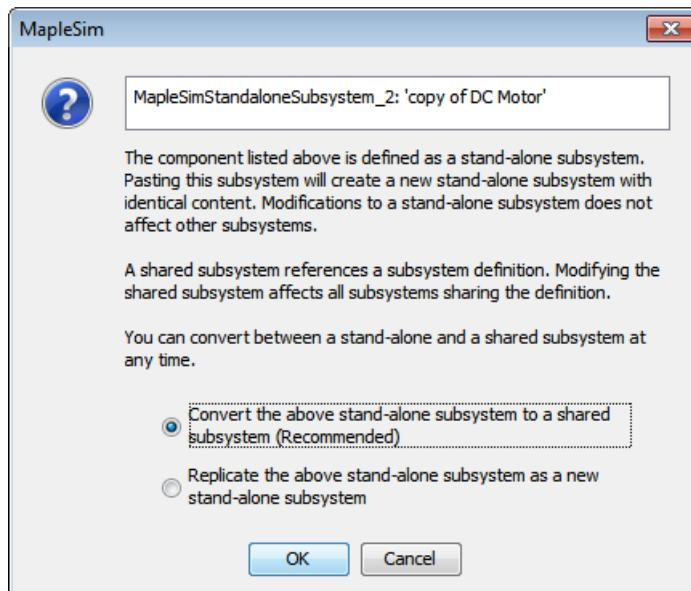

図2.13 サブシステムダイアログのコピー
1. モデルワークスペースで、DC Motor のコピー スタンドアロンサブシステムをコピーし、貼り付けます。ダイアログボックスが表示されます（図2.13 「サブシステムダイアログのコピー」を参照してください）。